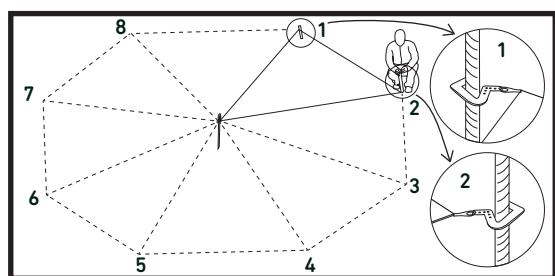

Rys. 2
- Rozwiń przyrząd do rozmierzania kotew, przygotuj szpilkę (Rys. 2).